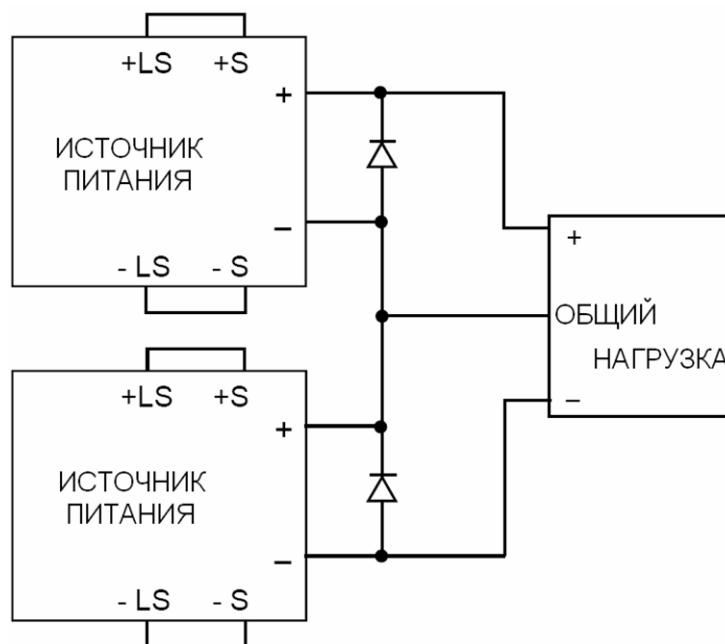

Рис. 4-14: Последовательное соединение для биполярного выхода
3.1 Общие замечания: При таком режиме работы два источника питания сконфигурированы как биполярный источник напряжения/тока. Токвый предел для каждого устанавливается на уровень, соответствующий максимальному току нагрузки, не вызывающему её повреждения. Рекомендуется параллельно выходу каждого источника питания подключать диоды как защиты от напряжения обратной полярности при включении или при отключении одного их модулей. Каждый диод должен быть рассчитан как минимум на выходной ток источника питания. Данный режим работы представлен на рис. 4-14.